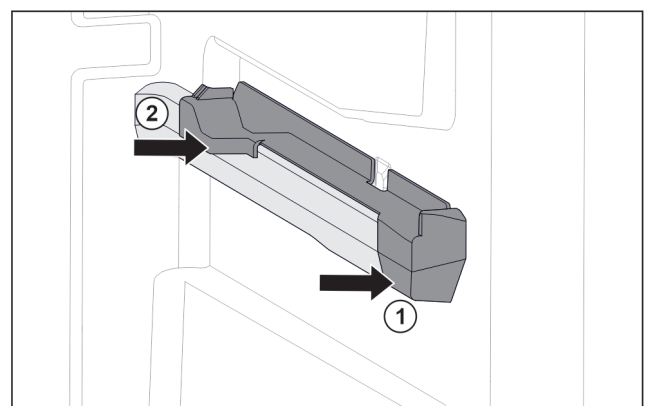

Fig. 221 Aufsteckteil auf der rechten Behälterrippe
- ▶ Aufsteckteil vorne an Behälterrippe ansetzen. Fig. 221 (1)
- ▶ Aufsteckteil hinten andrücken. Fig. 221 (2)